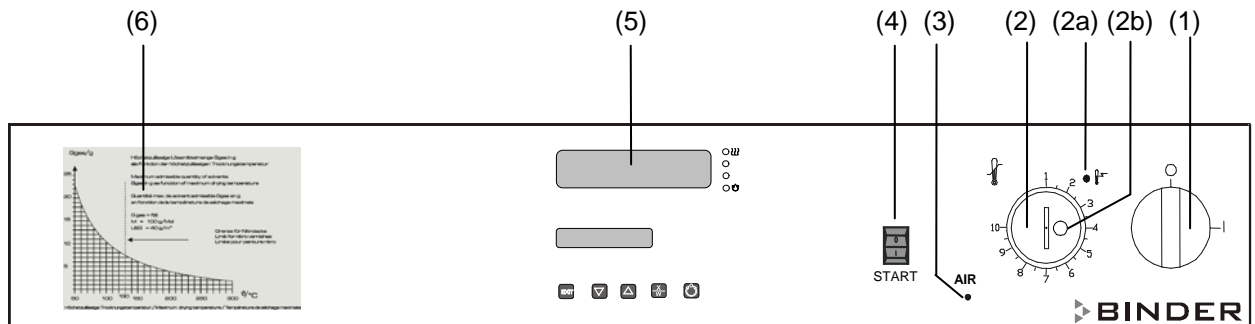

Abbildung 4: Instrumentenleiste FDL 115 Standardgerät
Der Abluftstrom wird durch einen im oberen Geräteteil befestigten Strömungswächter (Differenzdruckschalter) überwacht. Das Überwachungssystem schaltet im Störfall die Heizung sofort ab und meldet diesen Zustand durch ein optisches Signal: rote Anzeigeleuchte „AIR“ (3) (vgl. Abbildung 4).